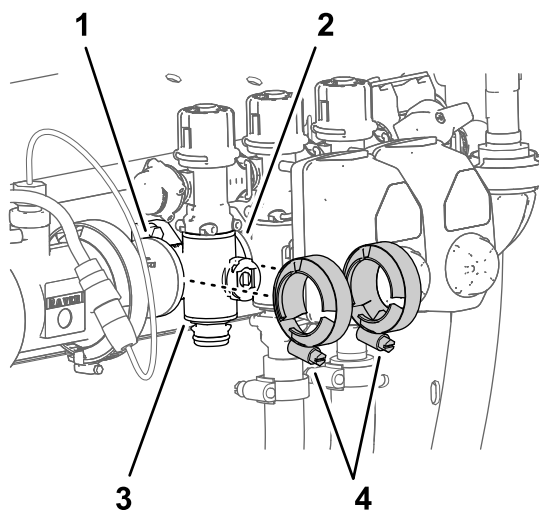

Figura 119
4. Montate, senza serrare, i morsetti flangiati rimossi in Rimozione della valvola del collettore della sezione \(pagina 86\) sulle flange del collettore della valvola della sezione e sulle flange dell'altra o delle altre valvole delle sezioni e/o dell'adattatore di accoppiamento (Figura 119).
7. Serrate i 2 morsetti flangiati manualmente (Figura 119).